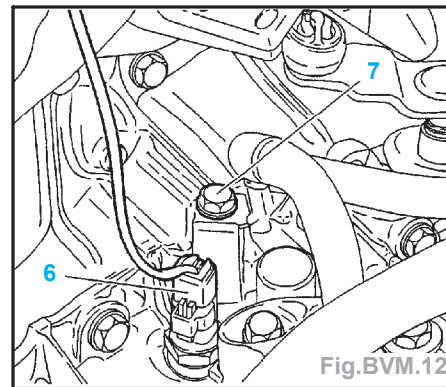

Fig.BVM.12
- Dégrafer les faisceaux électriques reliés au bac à batterie (5).
- Déposer le bac à batterie (5).
- Déposer le calculateur de direction assistée électrique (4).
- Débrancher le connecteur de feux de recul (6) et le fil de masse (7) (Fig.BVM.12).